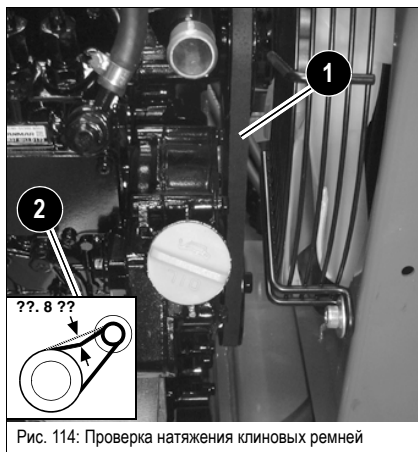

Рис. 114: Проверка натяжения клиновых ремней
- ☞ Проверить прогиб клинового ремня между шкивом коленчатого вала и крыльчаткой вентилятора нажатием большого пальца руки с усилием ок. 100 Н. На новом ремне прогиб должен составлять 6 - 8 мм, на использованном ремне (через время работы ок. 5 минут) прогиб должен составлять 7 - 9 мм (рис. 114/2).